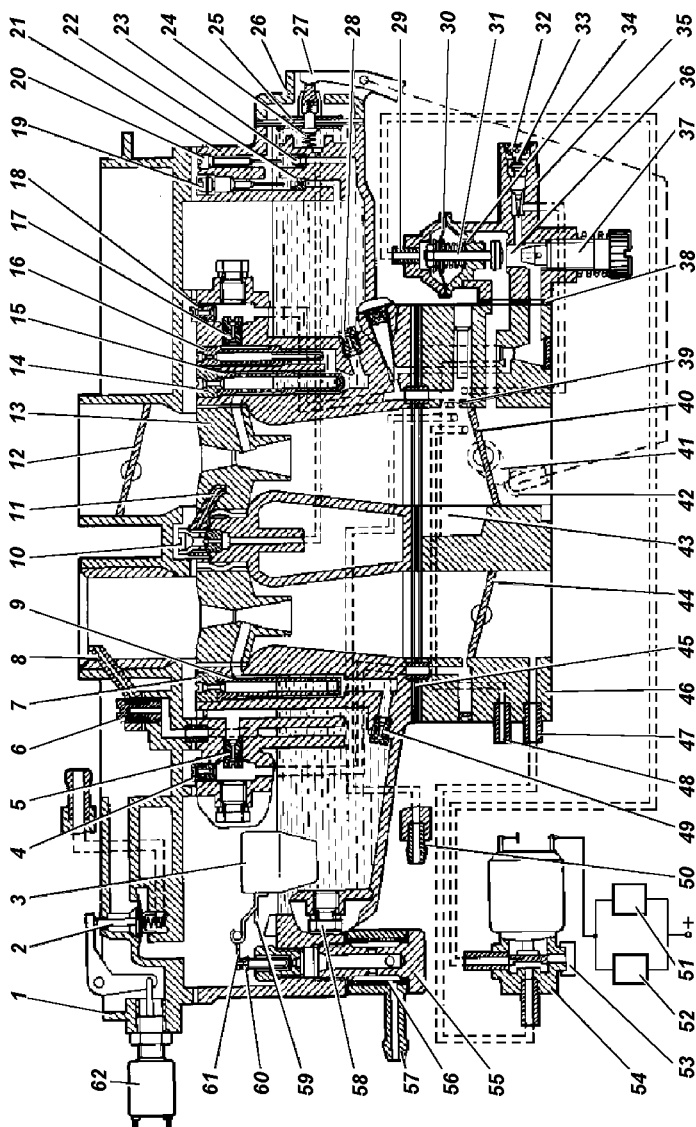

Рис. 4.25. Схема карбюратора:
**Карбюратор** (рис. 4.25) - двухкамерный, с падающим потоком и балансирующей поплавковой камерой.
Работой ЭПХХ управляют установленные на автомобиле электромагнитный клапан 54 (рис. 4.25), блок управления ЭПХХ 51 и микровыключатель 52, установленный на карбюраторе.
Регулировка минимальной частоты вращения коленчатого вала в режиме холостого хода производится на прогревом двигателе винтом 37 (рис. 4.25), а содержание окиси углерода регулируется винтом 33 при снятом колпачке 32.